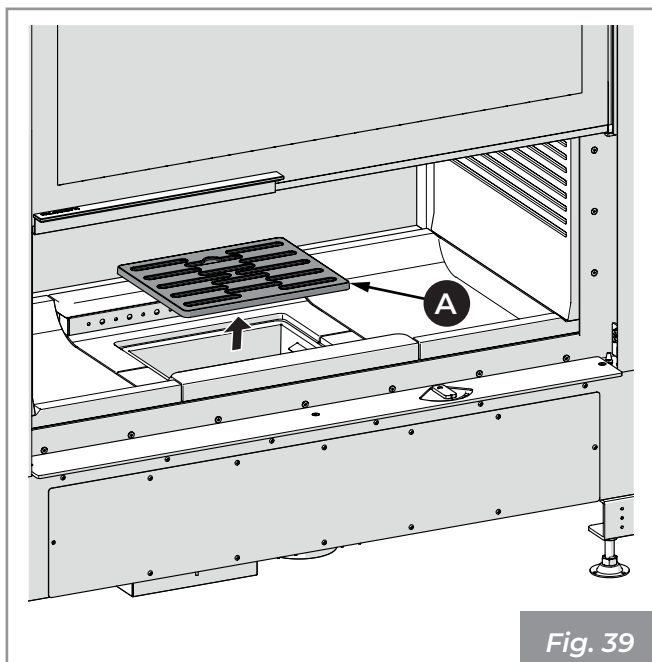

Fig. 39
- 1) Assicurarsi che la griglia (A) (Fig. 39) sia libera da eventuali residui di combustione che possano ostruire il libero passaggio d'aria. Rimuoverla ed effettuare la pulizia del focolare utilizzando una scopetta (non in dotazione) facendo convogliare i residui della combustione nel cassetto cenere. Fare attenzione ad eventuali braci ardenti.